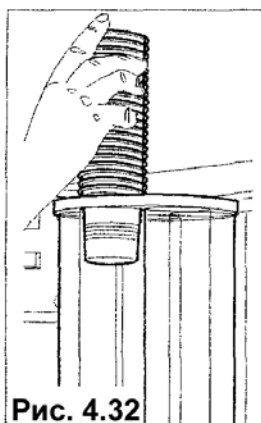

Рис. 4.32
- Проверьте, чтобы бокс для стаканчиков не располагался на одной линии с отверстием для выдачи, затем загрузите все боксы, двигаясь против часовой стрелки, в противоположном направлении (когда бокс находится напротив отверстия для выдачи), закройте дверцу и включите автомат, чтобы бокс для стаканчиков повернулся и автоматически разместился не на одной прямой с отверстием для выдачи, и затем продолжите загрузку (рис. 4.32).